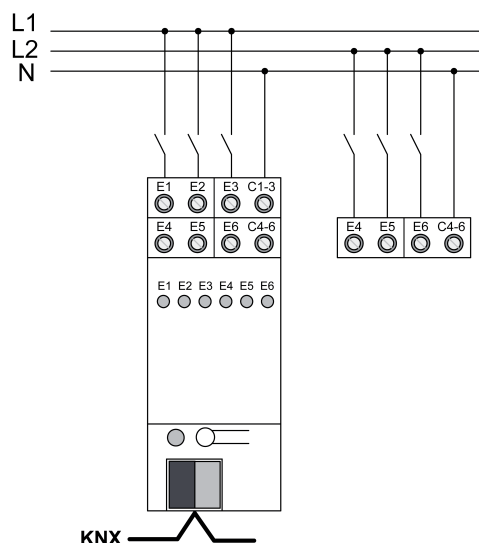

Bild 2: Anslutning av nätförsörjda strömkretsar
- Anslut nätförsörjda strömkretsar enligt anslutningsexemplet (bild 2).
- Anslut FELV-strömkretsar med nätförsörjda strömkretsar (bild 2).